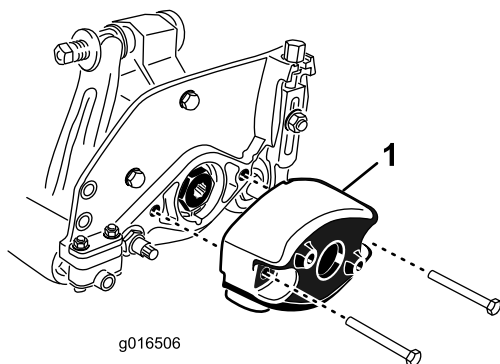

Figure 9
- Retirez les 2 boulons de fixation du contrepoids à l'extrémité gauche du plateau de coupe. Déposez le contrepoids (Figure 9).
- Sur le côté droit du plateau de coupe, enduisez le joint torique d'une fine couche d'huile et posez le contrepoids avec les boulons retirés précédemment (Figure 9). Serrez les vis à un couple de 16 à 20 Nm.